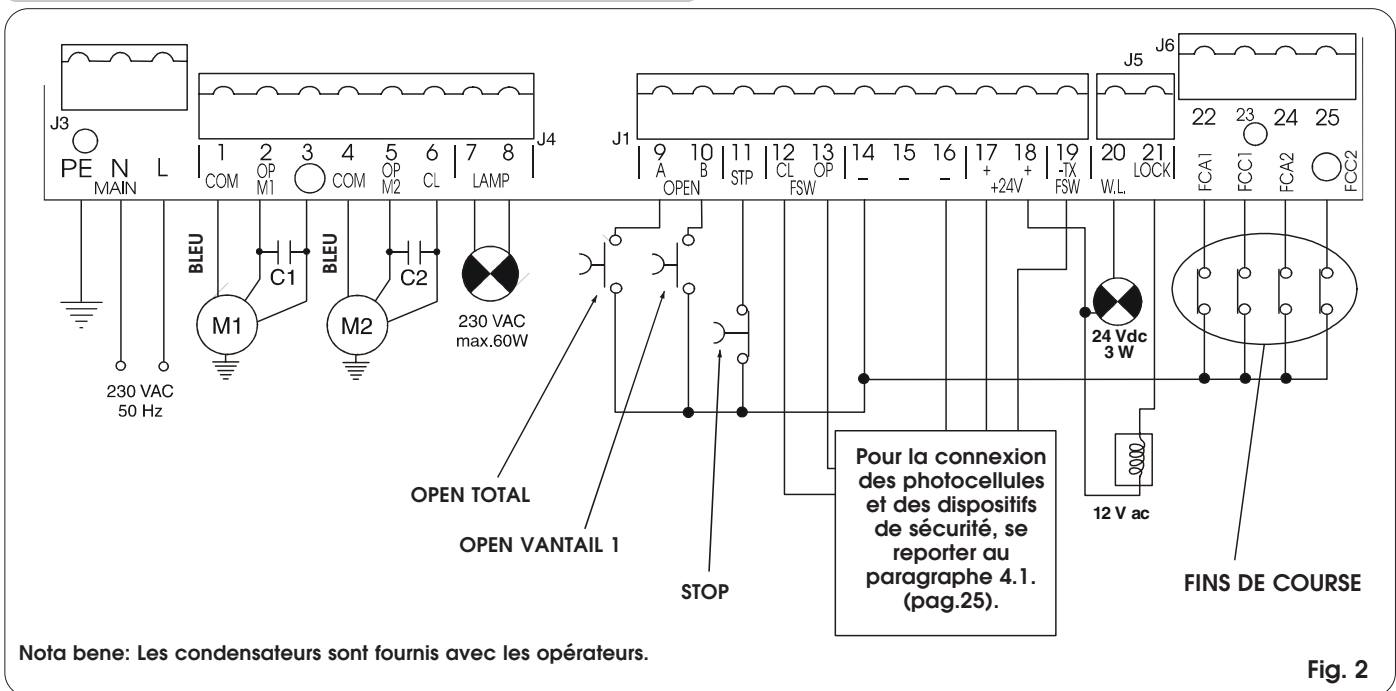

Fig. 2
- Connecter la terre à la borne spécifique prévue sur le connecteur J3 de la platine (voir fig.2).
**4.2. BORNIER J3 - ALIMENTATION (FIG. 2)**
**4.3. BORNIER J4 - MOTEURS ET FEU CLIGNOTANT (FIG. 2)**
**4.4. BORNIER J1 - ACCESSOIRES (FIG. 2)**
**4.5. BORNIER J5 - LAMPE-TÉMOIN ET ELECTROSERRURE (FIG. 2)**
**4.7. BORNIER J6- FINS DE COURSE ET/OU GATECODER (FIG. 2)**